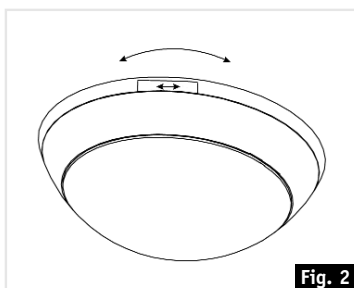

Fig. 2
2. Tenendo in mano il rivelatore sganciare la base ruotandola in senso antiorario (vedi fig. 2)